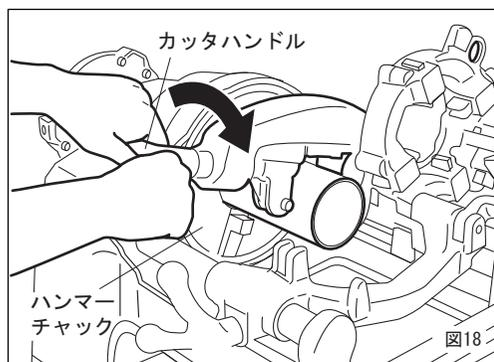

図18
- ① 使用しないダイヘッド・リーマを起こしてください。
- ② パイプの切断箇所を定めてパイプをしっかり固定します。
- ③ パイプカッタをパイプ径より大きくひらいて図のようにあてがい、パイプの切断箇所にカッタの刃を合わせてハンドルでローラーと刃がかかるくあたるところまでちかづけてください。
- ④ スイッチを入れ、カッタハンドルをパイプ1回転で1/2以内の割合いでまわしてください。(図18) 切断のときに最初から強い力で切り込むと、パイプの切り口がだ円形にゆがみ、正しい真円のねじが切れない場合がありますから、切り始めは、軽く締めつけながら徐々に切断してください。